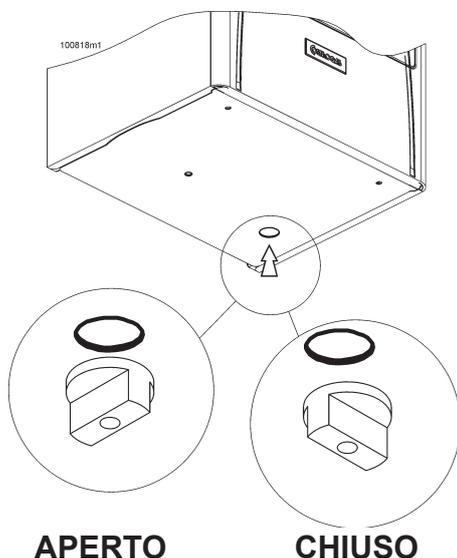

Figura 53 - Rubinetto di carico
- aprire il rubinetto di carico (vedi figura 53) per un quarto di giro in senso antiorario;
- chiudere il rubinetto di carico (vedi figura 53) per un quarto di giro in senso orario.
ATTENZIONE !!! Durante il normale funzionamento dell'impianto il rubinetto di carico (vedi figura 53) deve rimanere sempre in posizione di chiusura. Se, col tempo, la pressione scende, ripristinare il valore corretto. Nel primo mese di funzionamento può essere necessario ripetere più volte questa operazione per togliere eventuali bolle d'aria presenti.